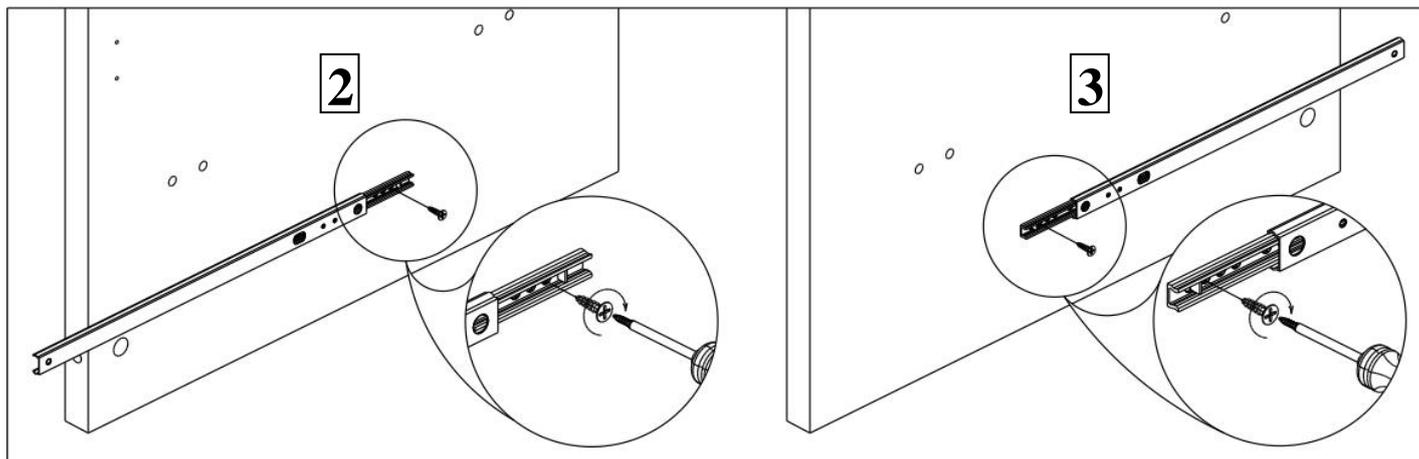

Рисунок 5 (шаг 2).
5. Используя шурупы 3,5x16 потай закрепите шариковые направляющие на детали (поз. 2, 3). См. рисунок 5.